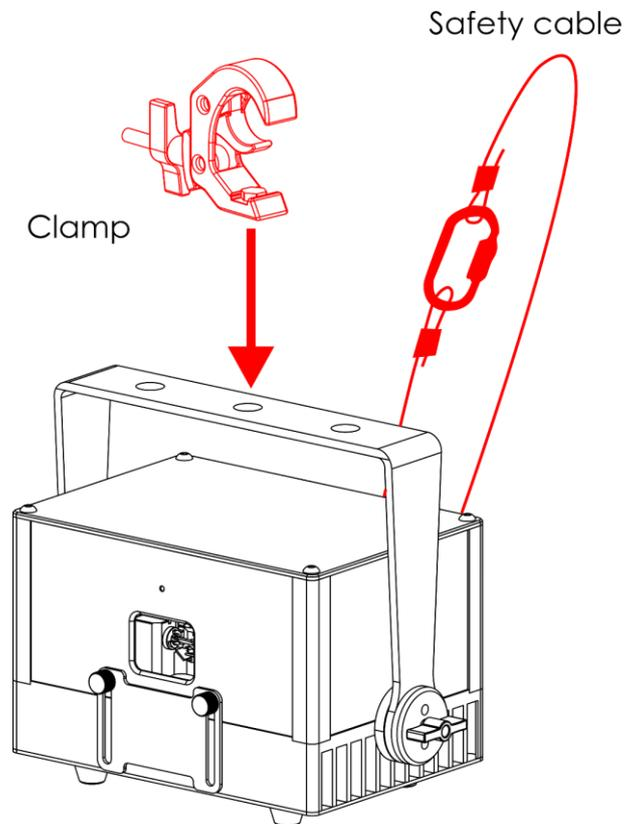

Abb. 11
- 01) Befestigen Sie das Gerät mit einer Schelle an der Tragstruktur, wie in Abb. 11 dargestellt. Stellen Sie sicher, dass sich das Gerät nicht frei bewegen kann.
- 02) Sichern Sie das Gerät mit einer Sekundäraufhängung, z. B. einem Sicherheitskabel. Stellen Sie sicher, dass die Sekundäraufhängung das 10-fache Gewicht des Geräts tragen kann. Wenn möglich, sollte die Sekundäraufhängung unabhängig von der Primärhalterung an der Tragstruktur befestigt werden. Führen Sie das Sicherheitskabel durch den **Sicherheitsring (18)** wie in Abb. 11 gezeigt.